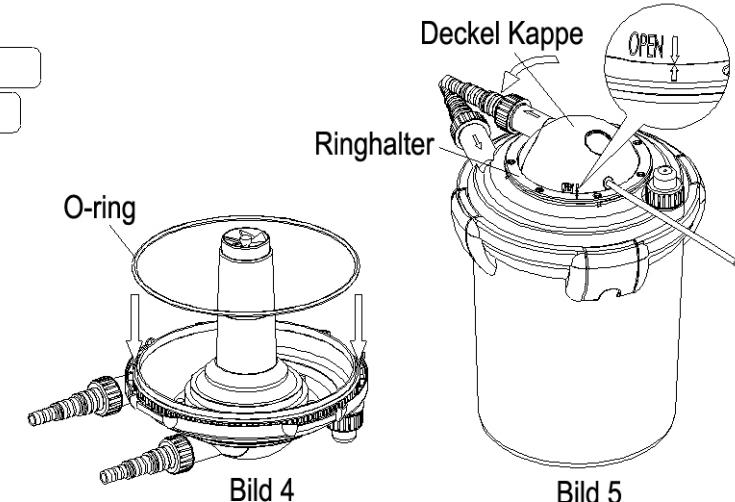

Bild 4
4. Achten Sie beim Zusammenbau darauf, dass der O-Ring vom Deckel wieder richtig eingesetzt wird (Bild 4). Ansonsten besteht die Gefahr, dass der Filter am Deckel undicht ist.